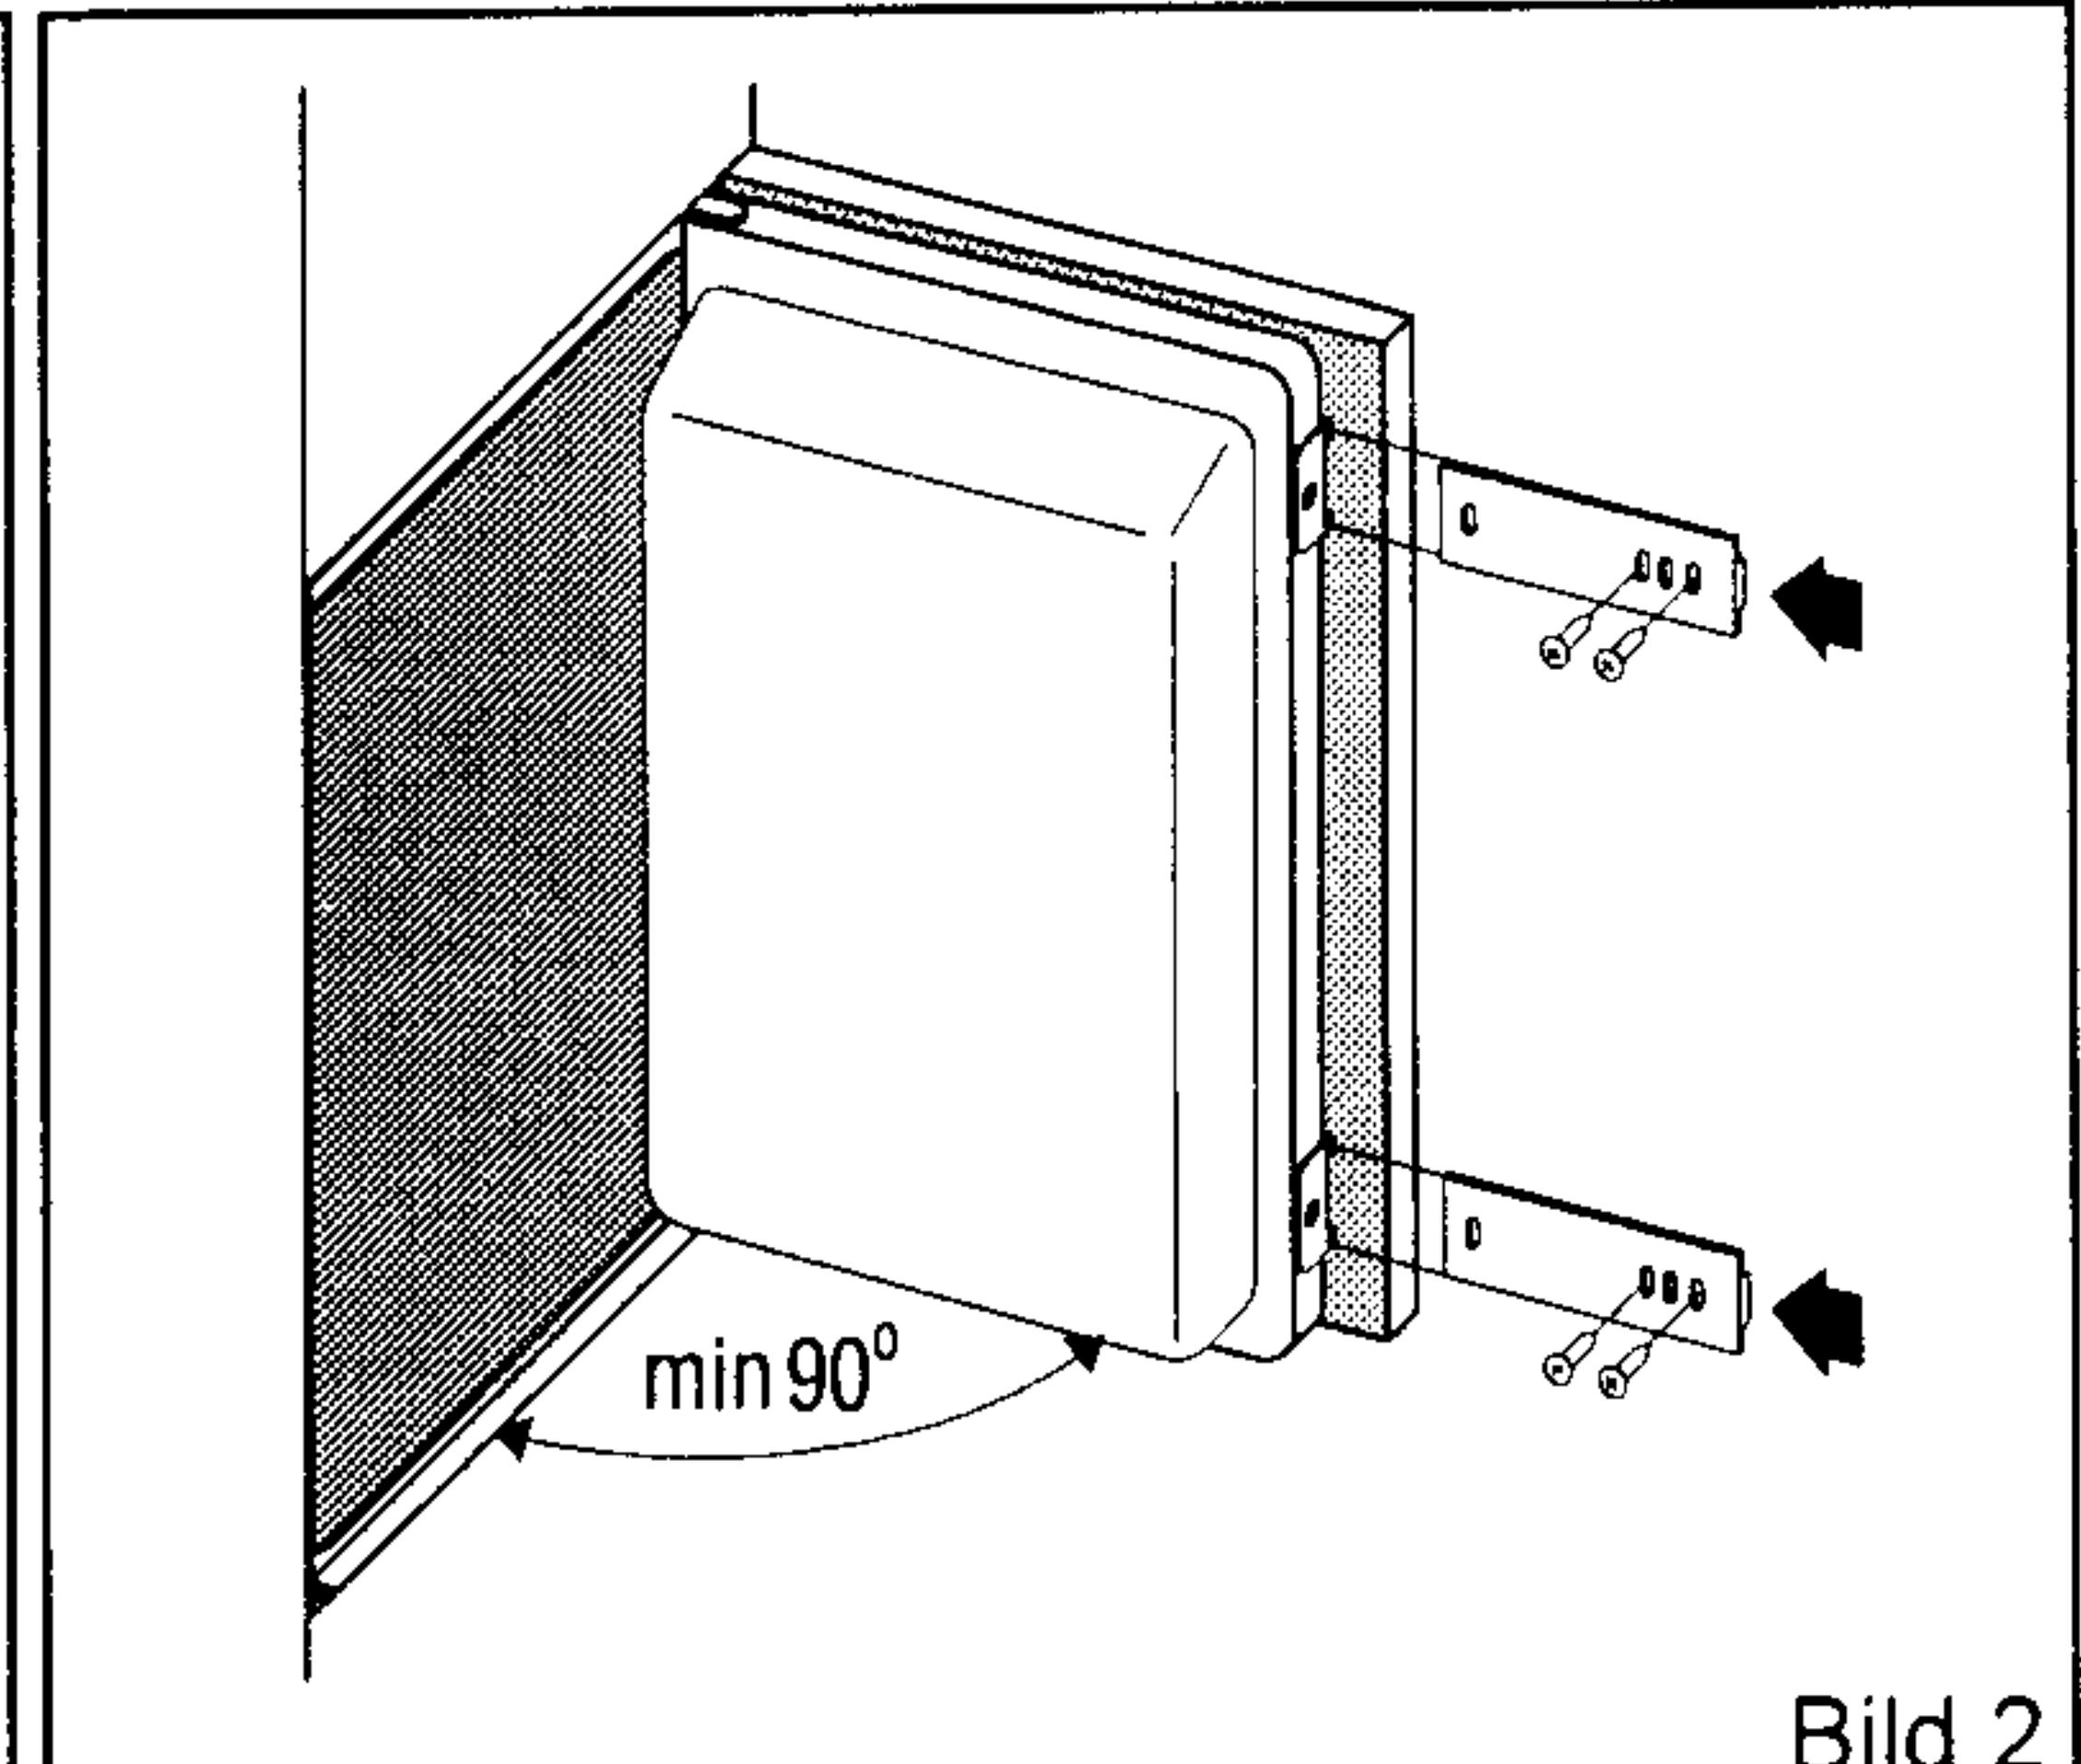

Bild 2
- Drücken Sie die Gerätetür zusammen mit der Tür des Möbelementes (Bild 2).